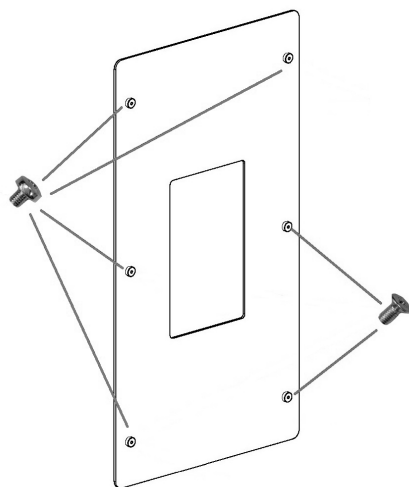

Fig. 40 - Dokręcić śruby
- Dokręcić śruby znajdujące się na szkłe: 4 śruby z łbem okrągłym i 2 śruby z płaskim łbem (patrz **Fig. 40**).